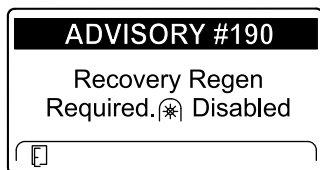

Figura 41
- É necessária uma regeneração de recuperação — tomada de força desativada AVISO N.º 190 (Figura 41)